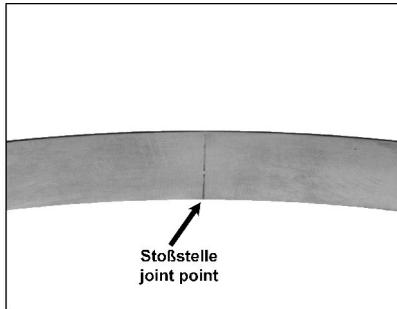

Bild 5
- Mit der Stoßstelle beginnend, das Gitterband (genau axial platziert) über den Trägerring in die Nut einlegen, bis auf der gegenüberliegenden Seite die Wölbung stehen bleibt (Bild 5, 6).
Starting at the joint point, place the grating ring inside the mounting groove over the carrier ring, till only a buckle remains (fig. 5,6).